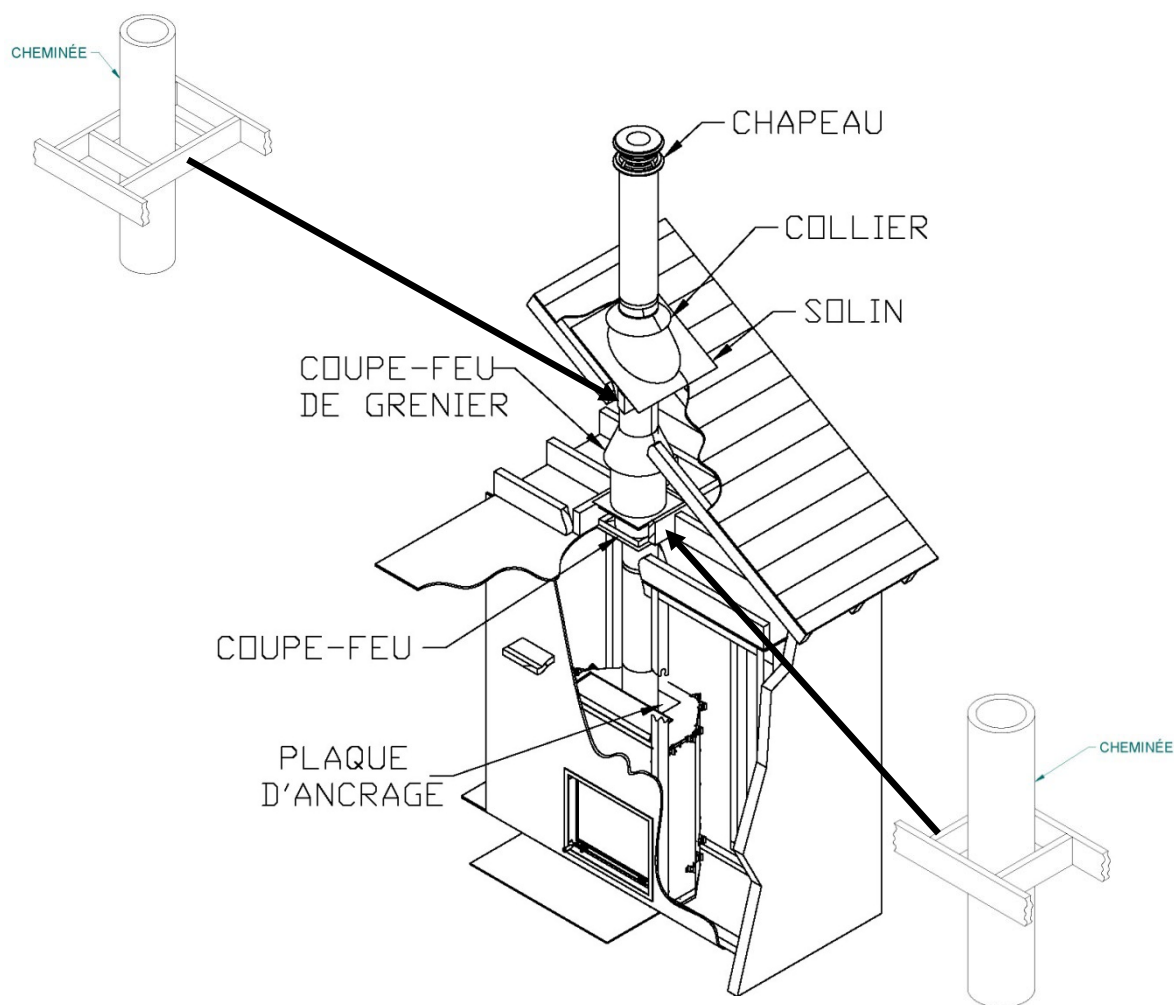

Figure 33
2. En vous plaçant sous le plafond, installez un coupe-feu fourni par le fabricant de la cheminée à chaque étage où passera la cheminée. Placez-vous dans le grenier, pour installer un coupe-feu de grenier (**voir Figure 33**).
3. En suivant les instructions du fabricant de cheminée, placez la première section de cheminée sur le foyer. Pour toutes les cheminées, vous devez utiliser une plaque d'ancrage fournie par le fabricant de la cheminée avant d'installer la première section de cheminée (voir Figure 33). Continuez à installer des sections de cheminée en vous assurant de verrouiller chaque section en place selon les instructions du fabricant de cheminée. Généralement il est recommandé de sécuriser les sections de cheminée avec trois (3) vis à métal de 1/2" (12 mm).
5. Placez en suite le solin de toit et scellez le joint entre le toit et le solin avec du goudron à toiture (**voir Figure 33**). Sur un toit en pente, insérez le solin sous le bardeau supérieur et par-dessus les bardeaux inférieurs. Clouez le solin en utilisant du clou à bardeau.